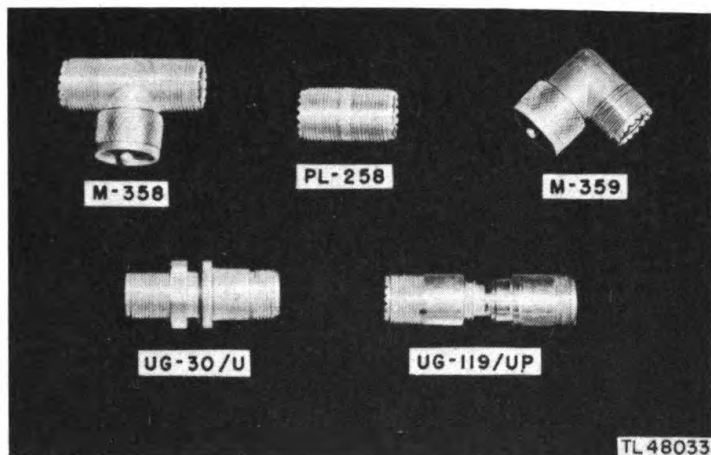

Figure 18. Connectors.
21. ADAPTER M-358 (fig. 18).
22. ADAPTER M-359 (fig. 18).
23. CRYSTAL ADAPTER UG-119/UP (fig. 18).
24. RADIO FREQUENCY JACK UG-30/U (fig. 18).
25. PLUG PL-258 (fig. 18).